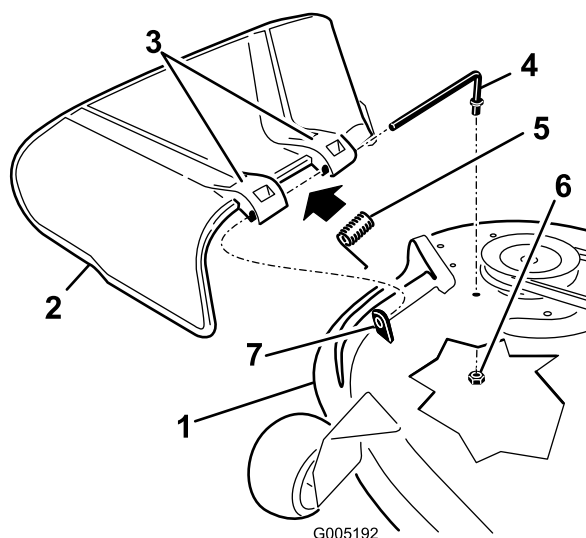

Figura 75
1. Remova a porca ($\frac{3}{8}$ pol.) da barra debaixo do cortador (Figura 75).
2. Faça deslizar a barra para fora da parte saliente curta, da mola e do defletor de relva (Figura 75).
4. Substitua o defletor de relva (Figura 75).
7. Faça deslizar a barra pelo segundo suporte do defletor de relva (Figura 75).
9. Fixe a extremidade traseira da barra ao cortador com uma porca ($\frac{3}{8}$ pol.), como se mostra na Figura 75.